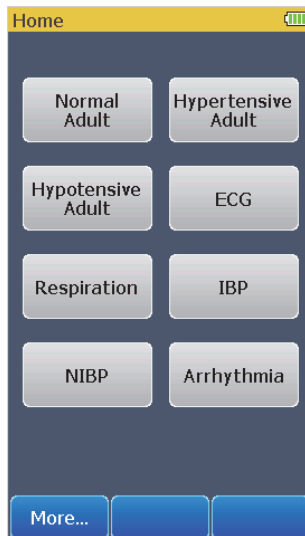

Abbildung 3. Startbildschirm
Wenn der Selbsttest abgeschlossen ist und keine Fehler festgestellt wurden, erscheint auf dem Display die in Abbildung 3 dargestellte Anzeige „Home“.
1. Tippen Sie in der in Abbildung 3 dargestellten Home-Anzeige auf den Softkey **More** (Mehr).